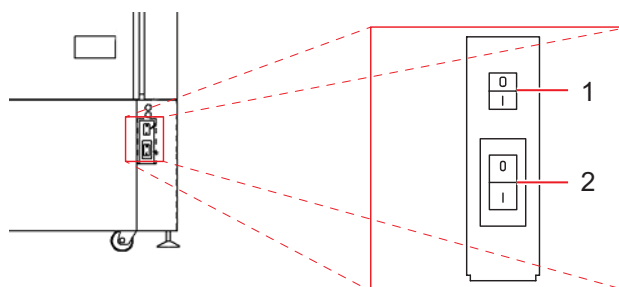

Fig. 4: Ubicación del interruptor U360
El equipo se suministra con la alarma acústica y la batería de alarma desactivadas. La alarma de Power Fail (fallo de alimentación) se activa mediante el interruptor oscilante de la batería dentro del panel bloqueable, ubicado en la esquina inferior izquierda. El interruptor está etiquetado con **I (ON)** y **O (OFF)** (ver Fig. 4 en pág. 21).